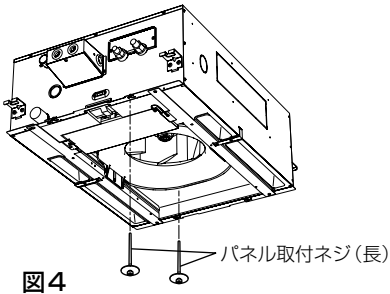
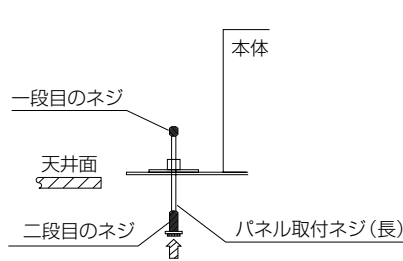
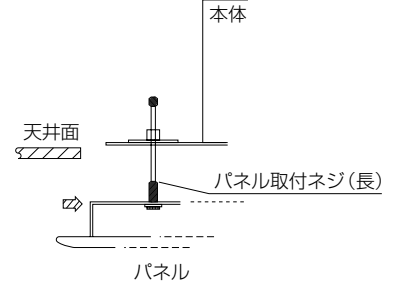
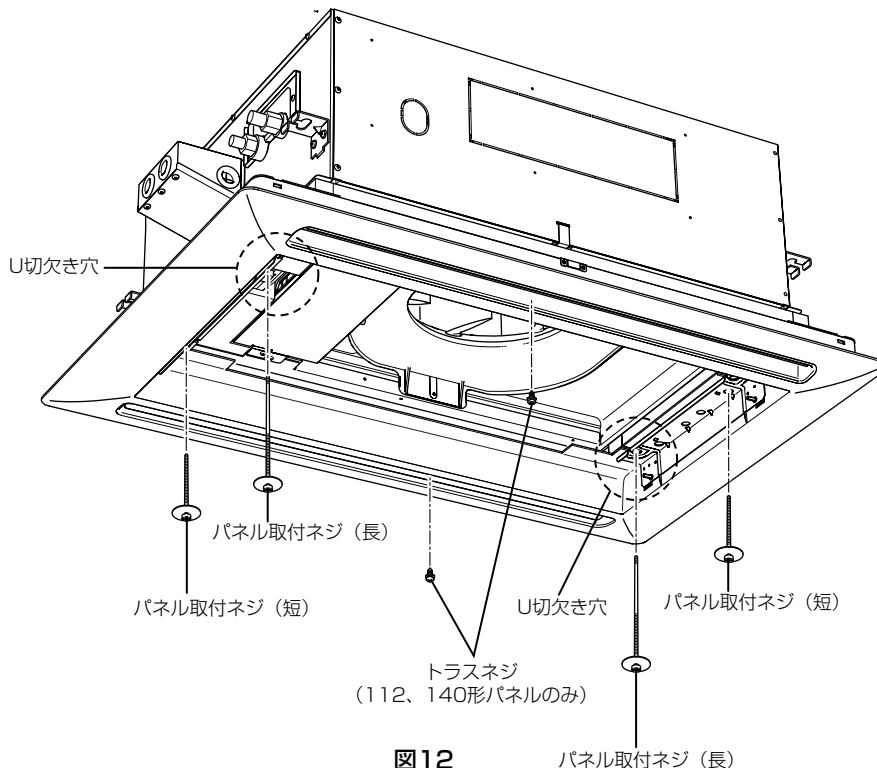

図4
図5
図6
図12
化粧パネルを取付ける前に、パネル取付ネジ（長）2本を図4の位置に対角で仮止めします。（図5のとおりパネル取付ネジ（長）の一段目のネジ部がユニット本体のナットを通抜ける位置までねじ込みます。）次に化粧パネルを取付けますが、オートベーンのコネクター部が必ず配管側になるよう方向に注意してください。
方向を合わせたら仮止めしたパネル取付ネジ（長）にパネル本体吸込口部の切欠き穴を引掛けます。（図6）最初に反配管側、次に配管側を引掛けます。（図12）（配管側はパネル取付ネジ（長）を内側に押し引掛けると作業が楽に行えます）この状態でパネル本体は仮止めされますが、パネルを持ち上げたり、強く揺らすと外れることがありますので、パネル取付ネジ（短）2本で残りの2カ所を取付けてください。
2. 1が完了しましたら図5および図6で仮止めしていた取付けネジ (長) および (短) とトラスネジを締め付けてください。
(図12)